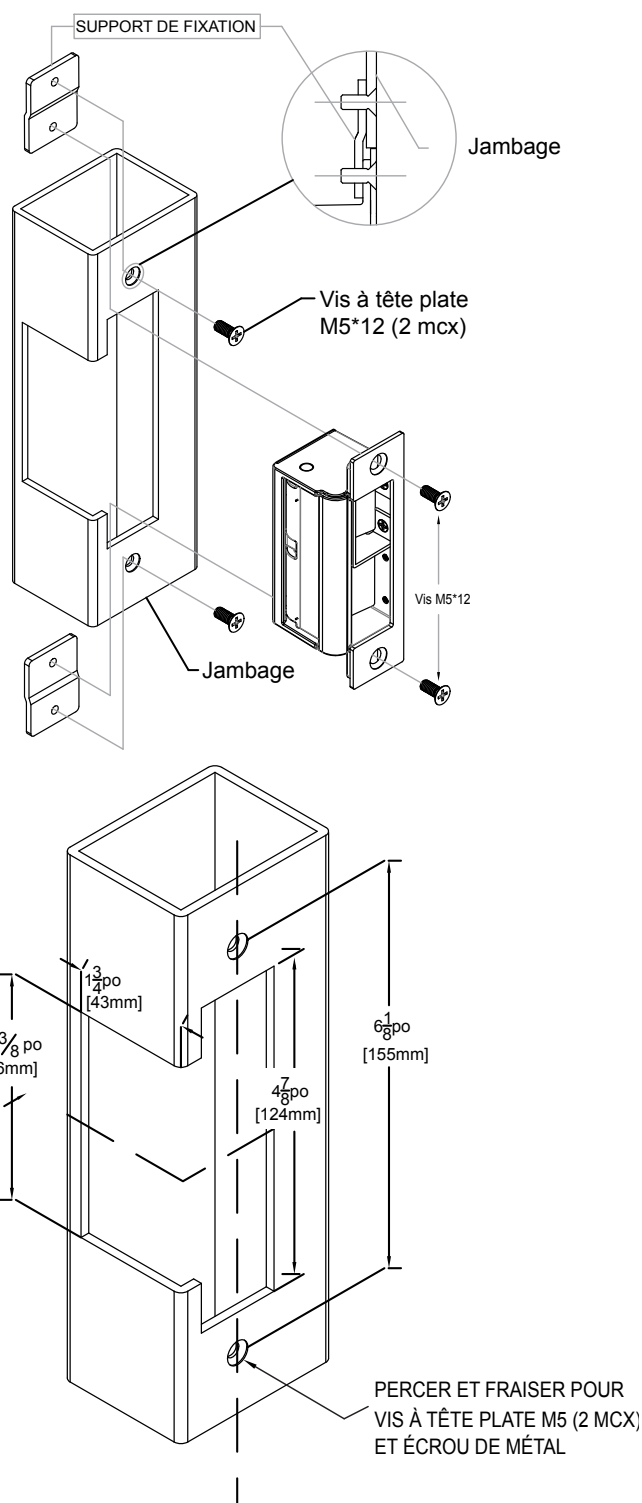

Figure 4.1 Installation de la gâche
1. Préparer la jambette de la porte en suivant la figure 4.1 fournie.